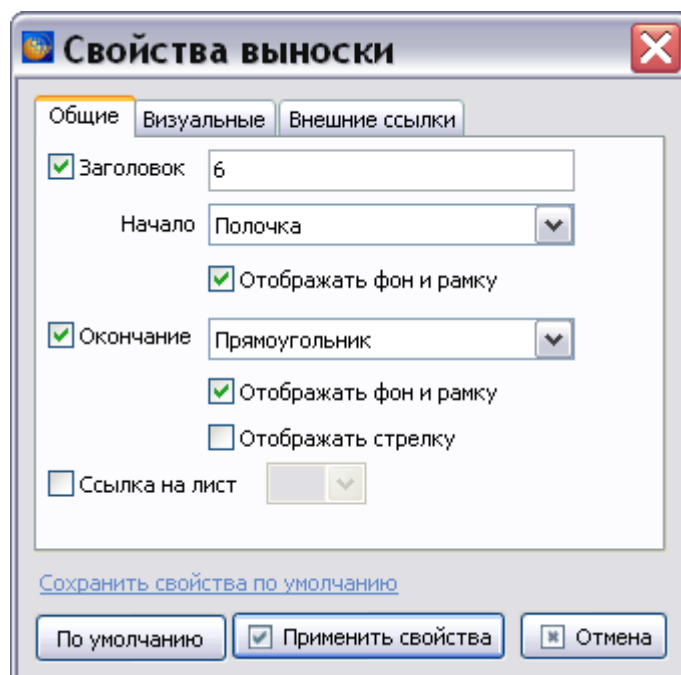

Рис. 5.139
3. В появившемся диалоговом окне **Свойства выноски** внесите необходимые изменения на вкладках **Общие**, **Визуальные** и **Внешние ссылки** (Рис. 5.139).
Для установки параметров по умолчанию нажмите на кнопку  (Рис. 5.139).